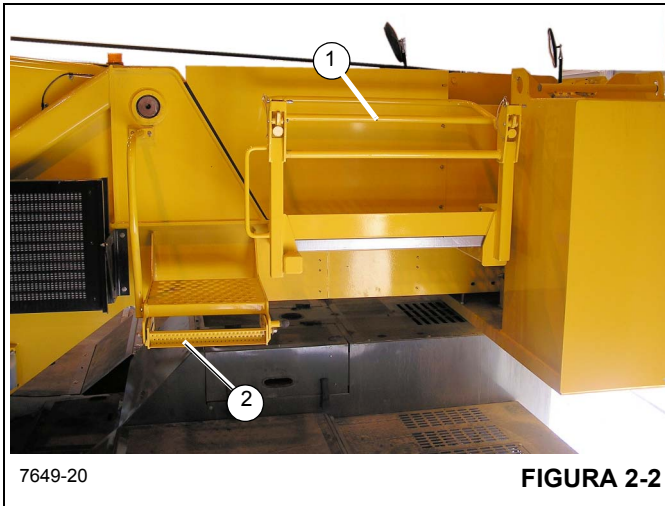

FIGURA 2-2
Asegúrese que el pasamanos de la plataforma de acceso al malacate (1) (Figura 2-2) y el peldaño (2) (máquinas con contrapeso fijo solamente) estén en la configuración de propulsión. Retire los pasadores del pasamanos y gírelo hacia abajo para la posición de propulsión; vuelva a instalar los pasadores. Extraiga el pasador de bloqueo del peldaño, deslice el peldaño a la posición de propulsión y libere el pasador de bloqueo.